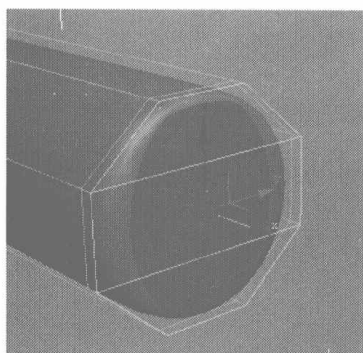
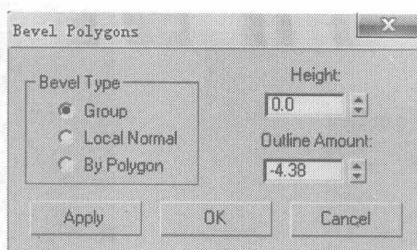
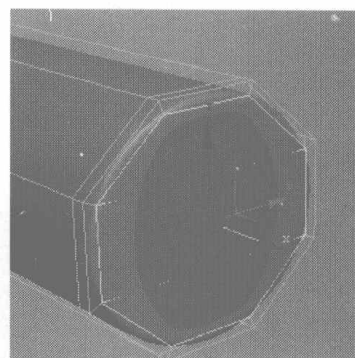

图 5.363
图 5.364
图 5.365
- 09 选择如图 5.363 所示的面，单击 **Bevel** 右边的小按钮，在弹出的对话框中设置如图 5.364 所示参数，模型显示如图 5.365 所示。